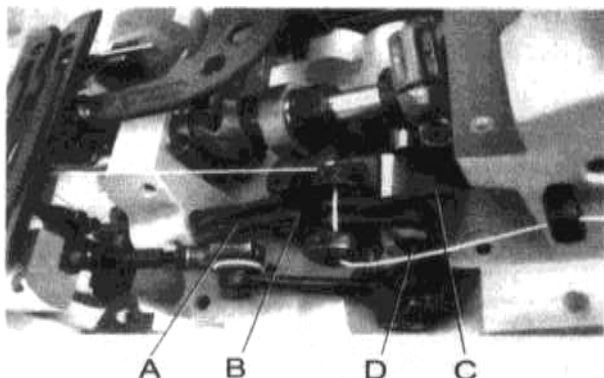

Рис. 12
Натяг (В, рис.12) нитки голки має бути істотно сильним, щоб був стібок, що не розпускається. Натяг (С) нитки в петельнику повинен бути достатнім для нормальної роботи. Зниження натягу збільшує стібок, збільшує натяг, зменшує стібок.
Висота нитки петлювача (А, рис.12) встановлена так, що гак (С) захоплює нитку петлювача (В)
Висота петляемой нитки (А, рис.12) встановлюється так, що основний гачок (С) змушує нитку, що петляється, пройти через кут (В) петляемості і в той же час встановити голку на найнижчому рівні або встановити на рівні 1 мм. нижче за зазор.
Якщо зобразити петлю в машині, поверніть маховик у робочому положенні та закріпіть позицію голкотримача у нижньому стані (С), у той час, коли він змушує петлю вийти з кута (В). Для встановлення голкотримача поверніть гвинт (D, рис.12). Якщо голка встановлена в позиції зазорі, то петляння (А) значно збільшується. А якщо голкотримач встановлений у позиції нижче 1 мм, відповідно петляння зменшується (А). Закрутіть гвинт (D).